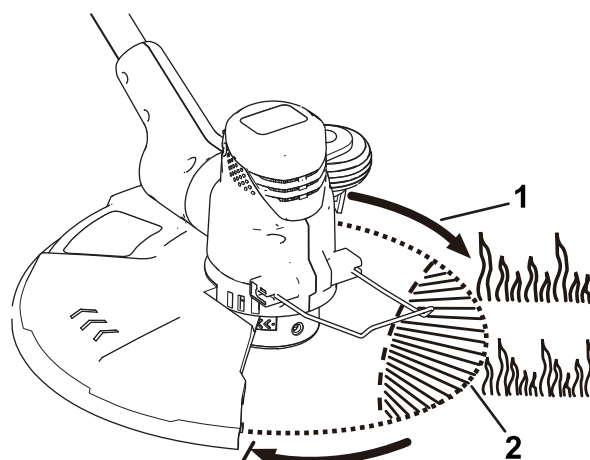

Figura 17
2. Presione las pestañas laterales de la tapa de retención del carrete (Figura 17).